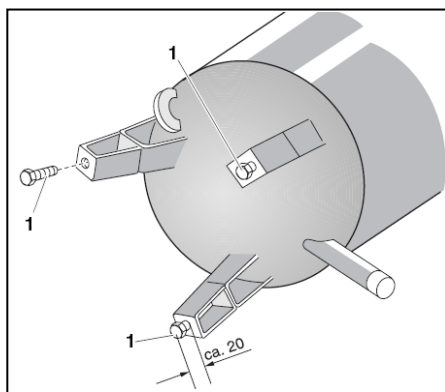

Рис. 3 Использование фиксирующих винтов в качестве опорных (схематическое изображение)
- Фиксирующие винты используйте в качестве опорных винтов (Рис. 3, Поз. 1) и вкрутите их примерно на 20 мм в опорные пятки бойлера.